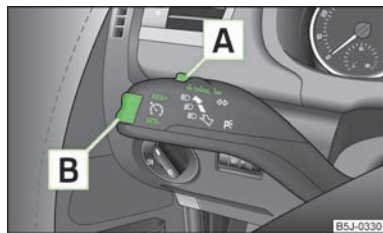

Fig. 81
- Pulsar el conmutador **A** » fig. 81 a la posición **ON**.
- Presionar el balancín **B** » fig. 81 a la posición **RES**.
- La velocidad memorizada se puede reducir presionando el balancín **B** » fig. 81 en la posición **SET**.
La velocidad también se **desconecta temporalmente**, pulsando el interruptor **A** » fig. 81 a la posición de suspensión elástica **CANCEL** o bien el pedal de freno o de embrague.
- Pulsar el conmutador **A** » fig. 81 desplazándolo hacia la derecha a la posición **OFF**.